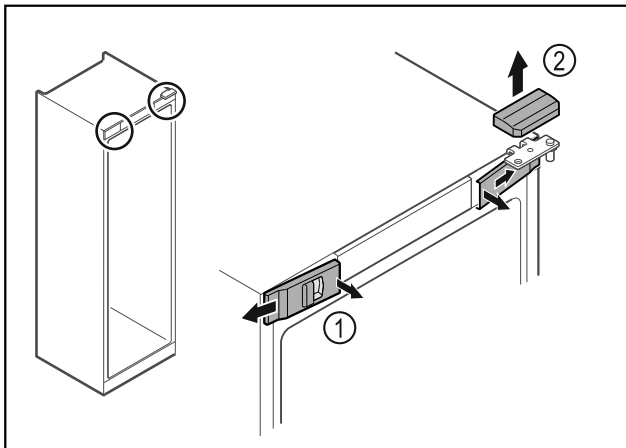

Fig. 7 \*
- ▶ Звільніть передні кришки Fig. 7 (1) всередині від фіксатора та поверніть убік.\*
- ▶ Зніміть верхню кришку Fig. 7 (2) вгору.\*